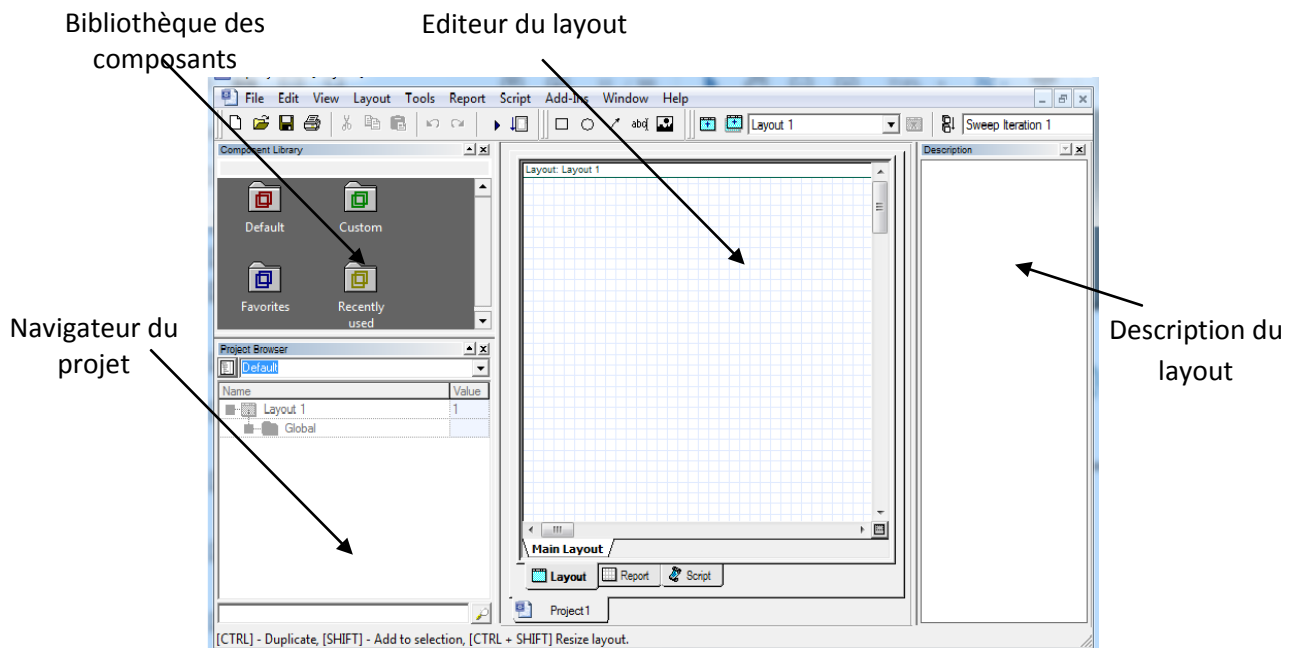

Figure 1 : Interface graphique du logiciel OptiSystem
- OptiSystem se charge et l'interface utilisateur graphique apparaît et une fenêtre principale réparti en plusieurs parties apparaît (figure 1).